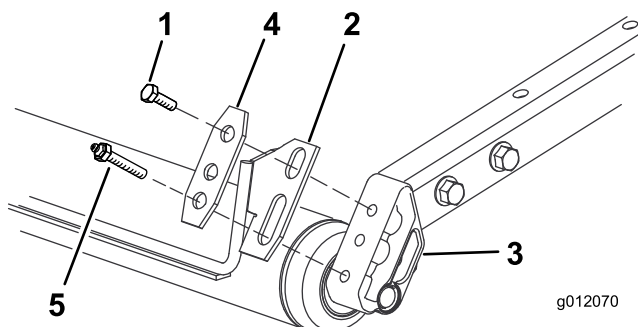

Figura 1
3. Montate, senza fissarle saldamente, le estremità del raschiarullo e una piastra su ogni supporto del rullo con il raccordo d'ingrassaggio Zerk/bullone rimosso in precedenza e un bullone (3/8 x 3/4 pollice) (Figura 1).